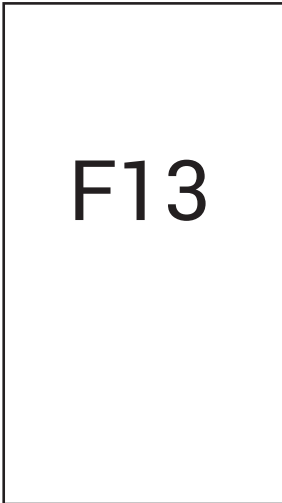

fig. 4
**Anomalie de tip F (fig. 4):** Anomalie a cărei restabilire va fi automată, după rezolvarea problemei.